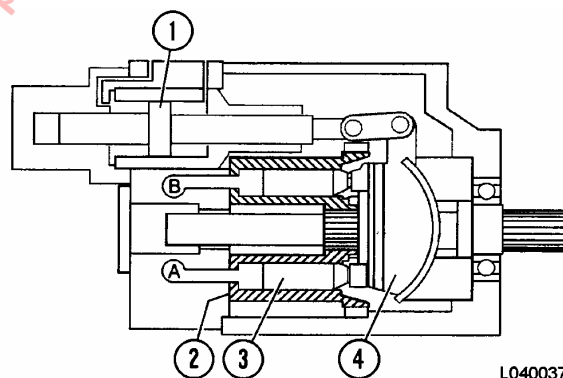

FIGURA 4-14. BOMBA EN POSICION NEUTRO
La posición neutro (Figura 4-14) resulta cuando el pistón de control (1) centra el bloque de sujeción (4). El ángulo del bloque de sujeción ahora es cero y su cara está paralela a la cara del cilindro. Por lo tanto, no hay movimiento ni hacia dentro ni hacia fuera de los pistones de la bomba, a medida que las zapatas del pistón giran alrededor de la cara del bloque de sujeción. La falta de movimiento hacia dentro y hacia fuera hace que no haya desplazamiento de fluido desde las cavidades del pistón a las media lunas en la placa de válvula y, por lo tanto, no hay entrega desde las lunbreras de la bomba.